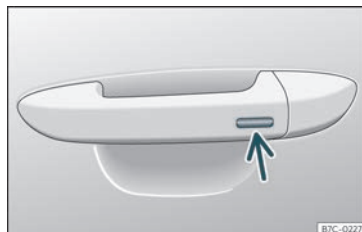

Fig. 87 Maneta de la porta:superfície sensora.
- Mantingueu un dit durant uns segons sobre la superfície sensora de bloqueig >>> **fig. 87** (fletxa) de la maneta de la porta perquè es tanqui el sostre. Si es deixa de tocar la superfície sensora s'interromp la funció de tancament.